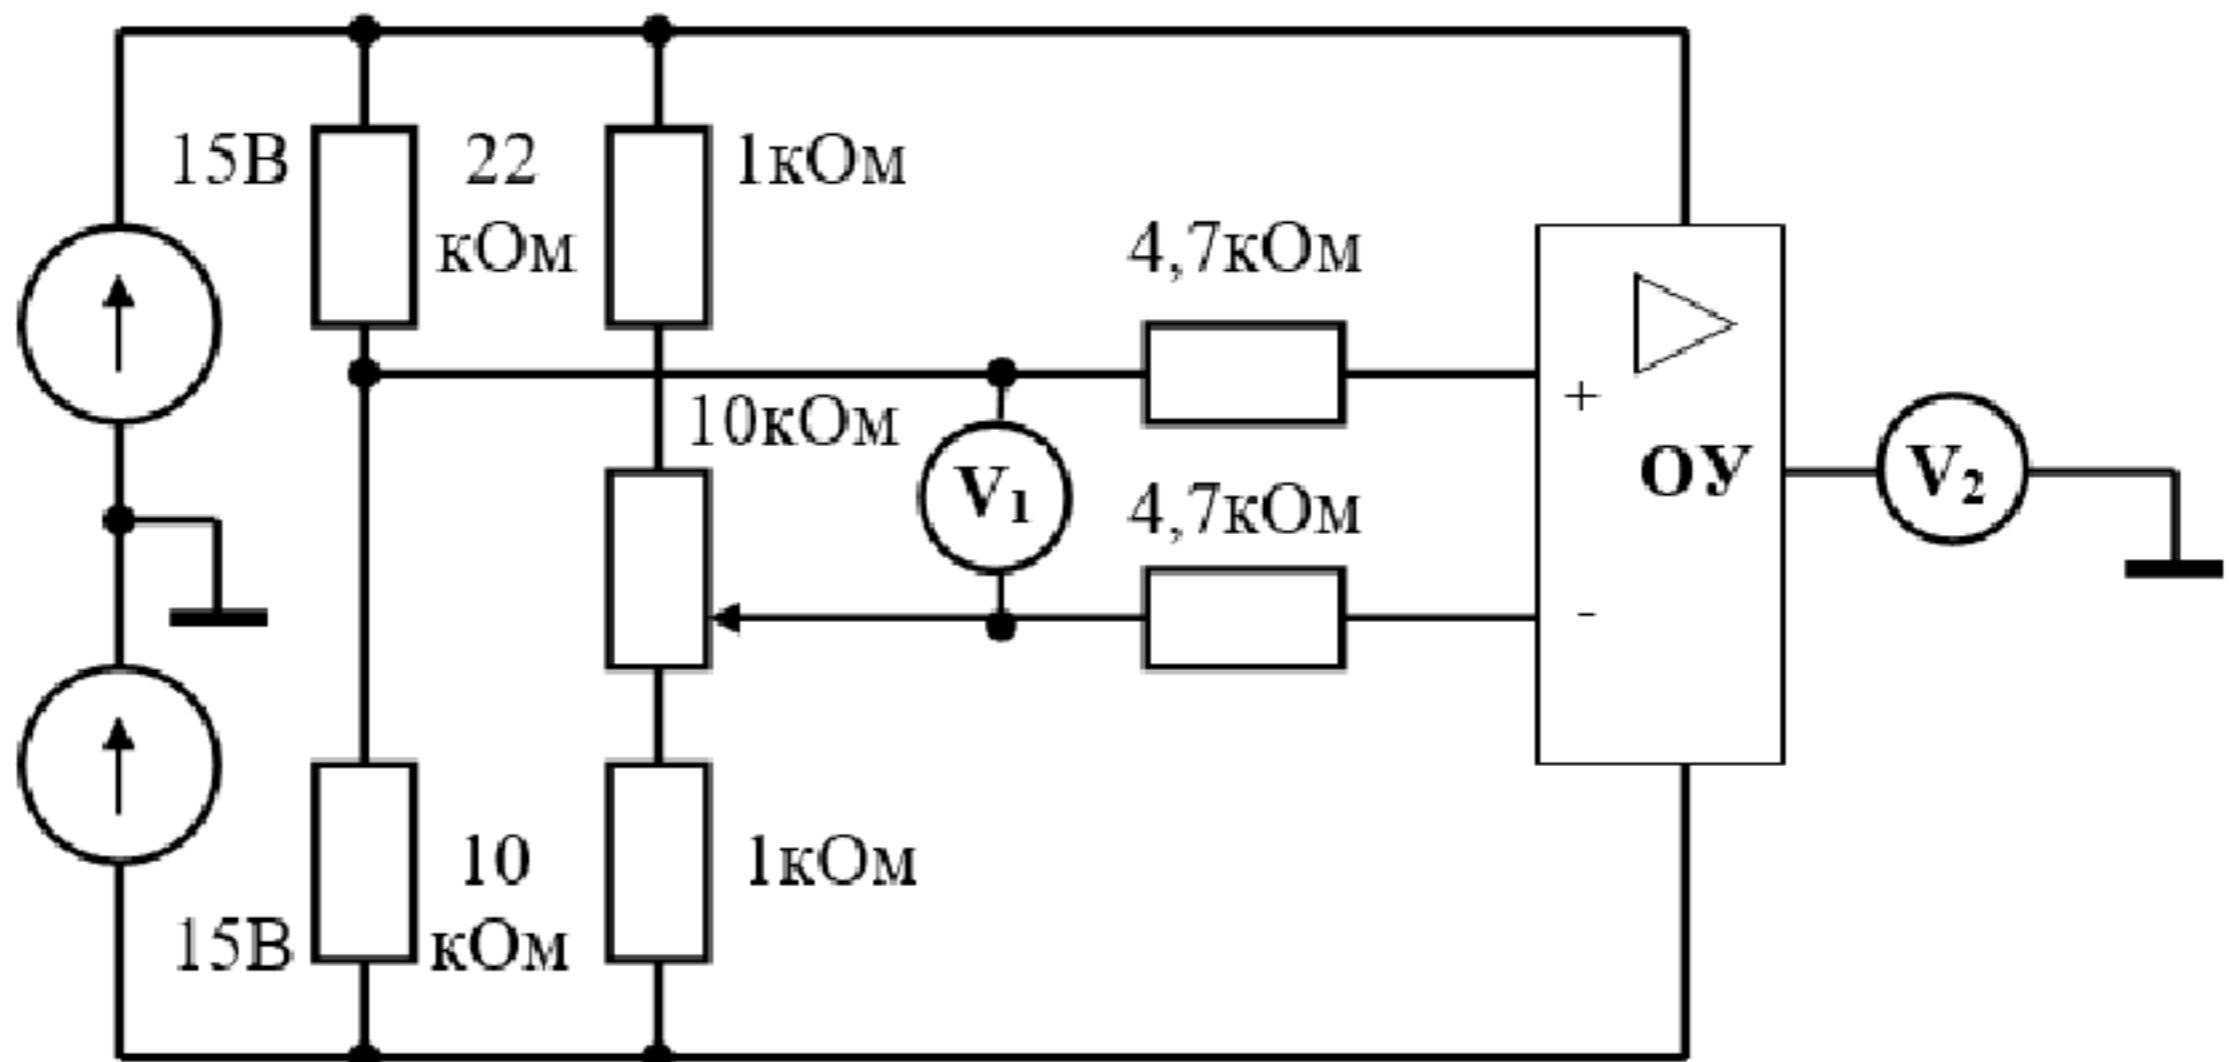

Рисунок 10.1 – Схема компаратора
Нарис. 10.1.
2. Собрать схему компаратора (рис. 10.1). Подать напряжение питания, изменением положения рукоятки потенциометра установить нулевое напряжение между входами ОУ. Подавая незначительное напряжение между входами ОУ перемещением рукоятки потенциометра, убедиться, что при изменении его знака напряжение на выходе усилителя тоже меняет знак, принимая при этом максимально возможные значения, близкие к напряжению питания.